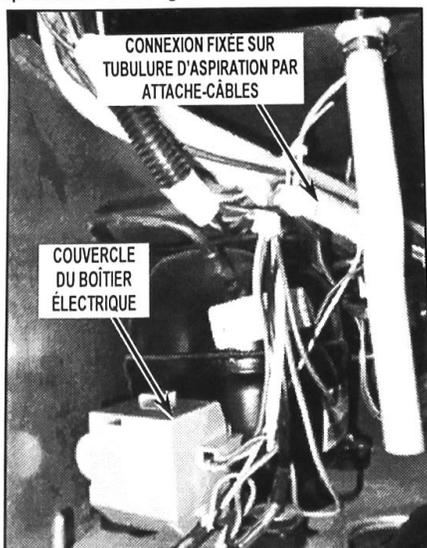

FIGURE 7
11. Fixer le connecteur au moyen d'un attache-câbles à l'endroit illustré et remonter le couvercle gris du boîtier électrique sur le compresseur. Voir Figure 7.